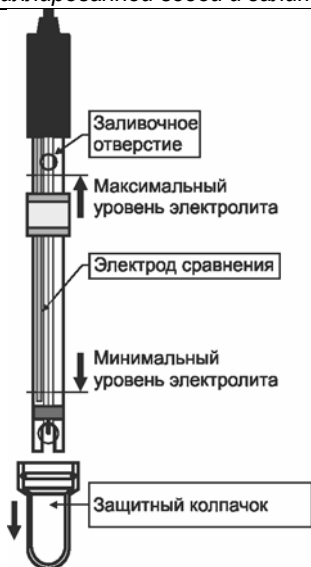
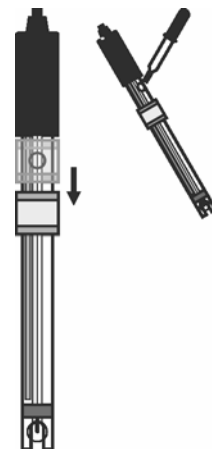

Рис. 1
Рис. 2
4.3 Проверить уровень электролита в электроде, он должен находиться в пределах, показанных на рис. 1. При необходимости в электрод следует долить раствор  $KCl$  с концентрацией 3 моль/дм3. Для этого нужно сдвинуть вниз защитный поясок, закрывающий заливочное отверстие и заполнить электрод электролитом до уровня заливочного отверстия (рис. 2).
5.3 Уровень электролита в электроде должен поддерживаться в пределах показанных на рис. 1. При необходимости электролит следует доливать в электрод через заливочное отверстие.